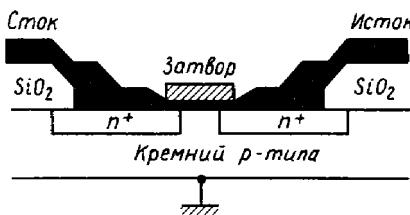

Рис. 1. Полевой МОП-транзистор с индуцированным n -каналом
10. Полевой МОП-транзистор с индуцированным n -каналом, изображенный на рис. 1, изготовлен на подложке с концентрацией примесей $N_a = 10^{15}$ см⁻³. Путем имплантации атомов бора концентрация доводится до $N_a = 2 \cdot 10^{16}$ см⁻³; на границе канала в результате диффузии устанавливается концентрация акцепторной примеси $N_a \approx 10^{17}$ см⁻³. Толщина слоя подзатворного диэлектрика 0,1 мкм. Вычислите пороговое напряжение и обсудите полученный результат.